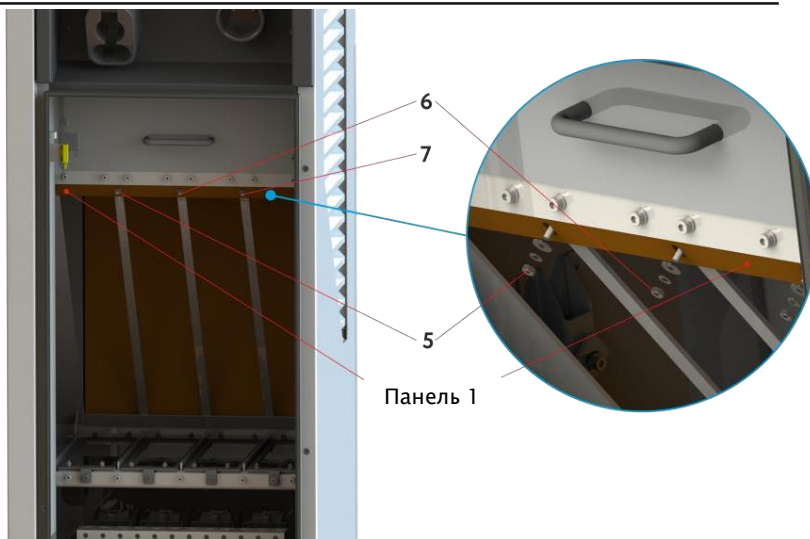

Рисунок 13 - Місце установки зарядних модулів
8. Вилучіть кріплення 5, 6, 7 та зніміть захисну панель 1 (рис. 13).